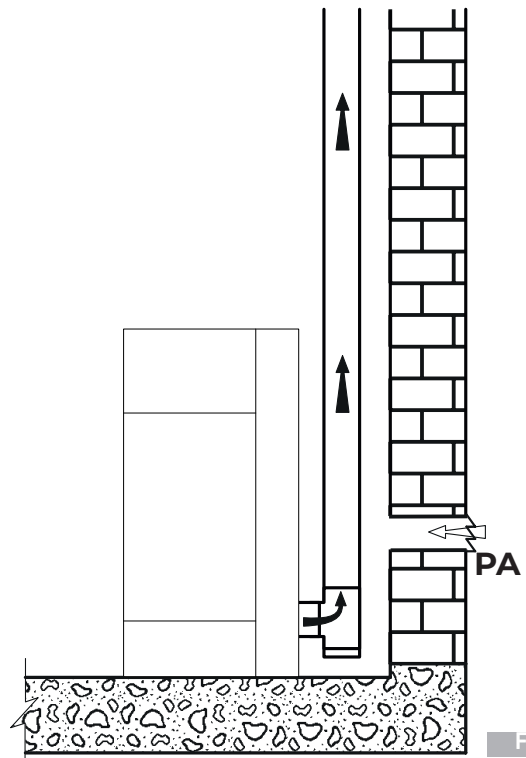
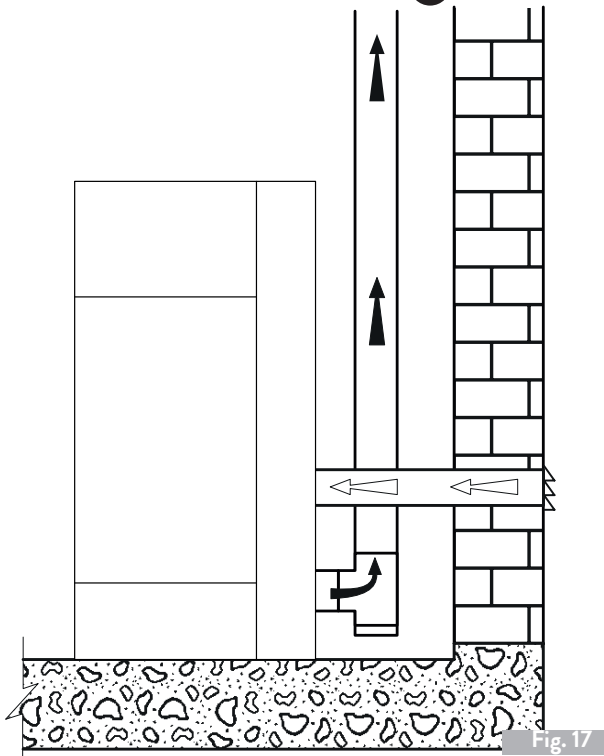

Fig. 18
Fig. 17
- Retirer la tôle pré-coupée (D) sur le panneau arrière (C) et faire passer le tuyau flexible (E) pour le raccorder à une prise d'air externe («Fig. 17»).
- Serrer le tuyau (E) avec le collier métallique (F) précédemment desserré.
- Raccorder le tube d'évacuation de la fumée (G) («Fig. 18»).